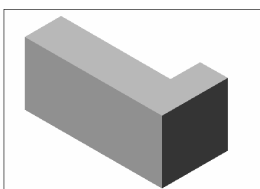

图 15-54 平面着色后的效果
(9) 执行 **View**→**Shade**→**Flat Shaded** 命令, 如图 15-54 所示。